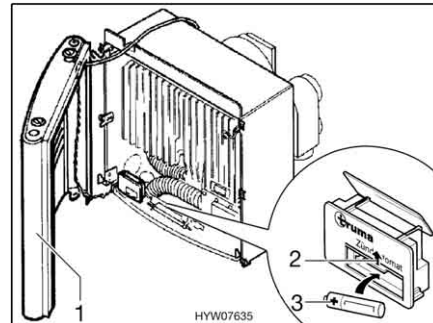

Fig. 116 Riscaldamento acceso
- Posare da un lato la copertura (Fig. 116,1) di modo da non dover estrarre il cavo di allacciamento per la ventola dell'aria calda e per la lampadina di controllo accensione.
- Spingere la copertura del vano batteria sul dispositivo di accensione (Fig. 116,2) verso l'alto.
- Inserire una nuova batteria (Fig. 116,3) dello stesso tipo nel vano batteria del dispositivo di accensione rispettando la polarità (+/-). Utilizzare soltanto batterie Mignon resistenti alle alte temperature (+70 °C) e sicure da perdite.